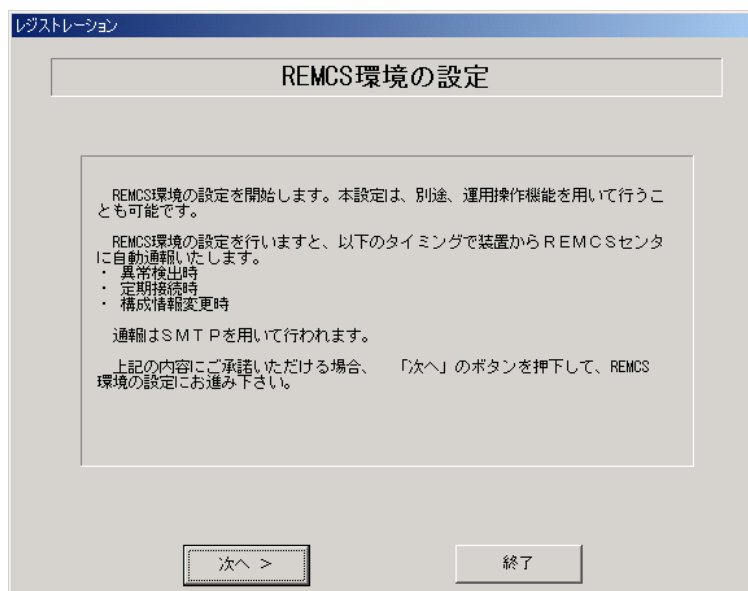

図 4-11 REMCS 環境設定(インターネット接続＜メールのみ＞)
- 14** 「4.1.1 レジストレーション(インターネット接続＜メールのみ＞)」の完了後、REMCS 環境設定画面(図 4-11)が表示されます。画面の説明をお読みください。